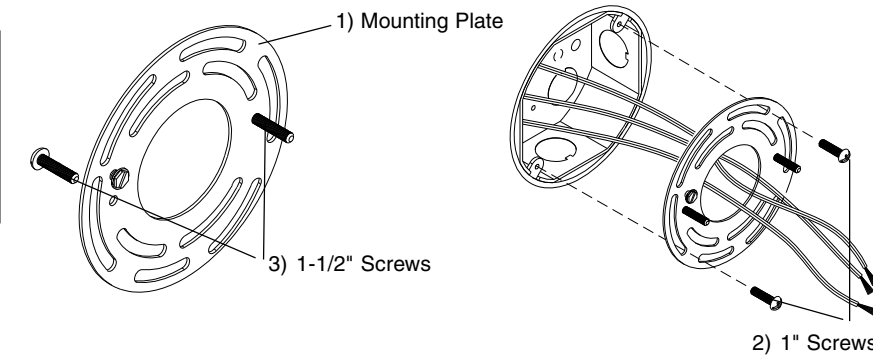

Figure 1
2. **Prepare Mounting Plate (1)** for mounting by installing two 1-1/2" Screws (3) into Mounting Plate (1) as shown in **Fig. 1.**
2. **Prepare la Placa de Montaje (1)** para montaje instalando Tornillos 1-1/2" (3) en la Placa de Montaje como mostrado en **Vea Fig. 1.**